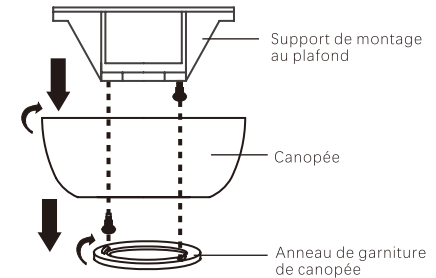

Fig.5
**Étape 1.** Retirez le anneau de garniture de canopée de la canopée en la tournant dans le sens inverse des aiguilles d'une montre. (Fig.5)
**Étape 2.** Retirez le support de montage au plafond de la canopée en enlevant et en conservant l'une des deux vis. Desserrer la vis restante d'un demi-tour. (Fig.5)